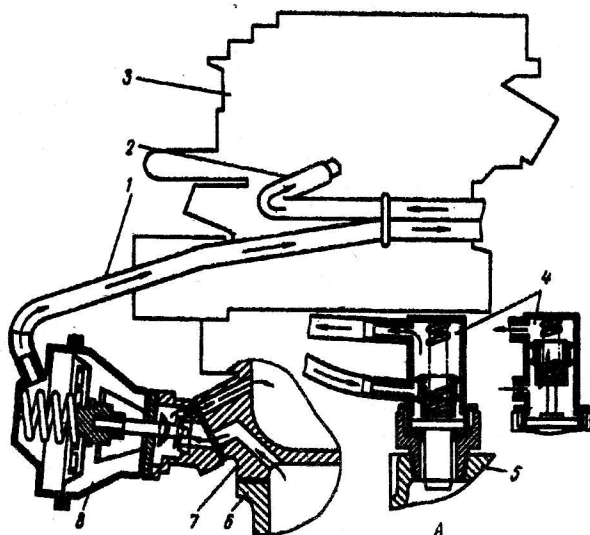

Рис. 30. Схема рециркуляции отработавших газов:
**Система рециркуляции отработавших газов** (рис. 30) состоит из клапана рециркуляции, установленного на газопроводе; термовакuumного выключателя, ввернутого в водяную рубашку головки цилиндров и двух соединительных шлангов.